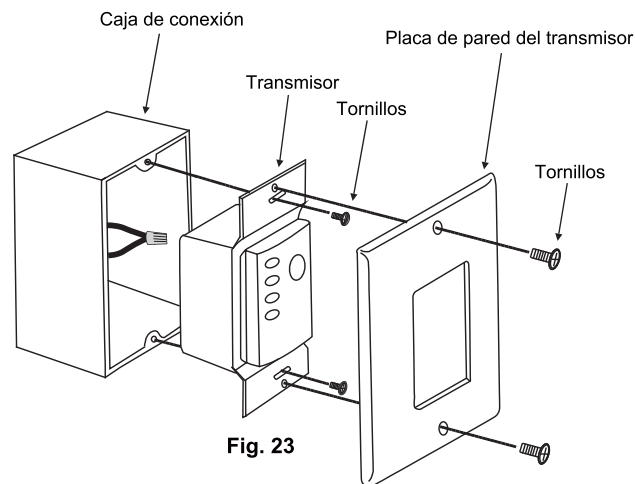

Fig. 23
Paso 2. Utilice los tornillos suministrados para instalar el transmisor en la caja de conexión en la pared (**Fig. 23**).